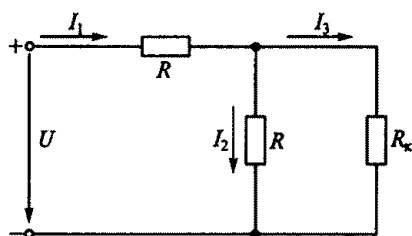

Рис. 30
1.44.Р. Изменяются ли на рис. 30 токи I_1 , I_2 и I_3 при нагревании катушки из медного провода, имеющей сопротивление R_k ?